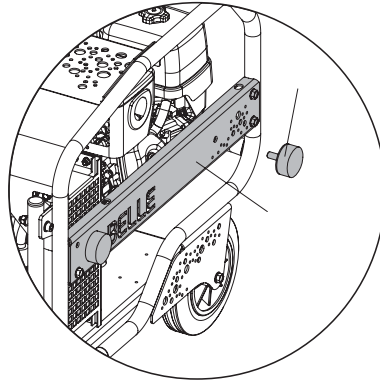

Abb. 2
3. Schrauben Sie 2 Anti-Vibrationshalter fest und verwenden Sie dabei die 2 M10-Unterlegscheiben und Muttern, die durch die Löcher des neuen Seitenschutzes erreichbar sind; per Hand festziehen (*siehe Abb. 2*).